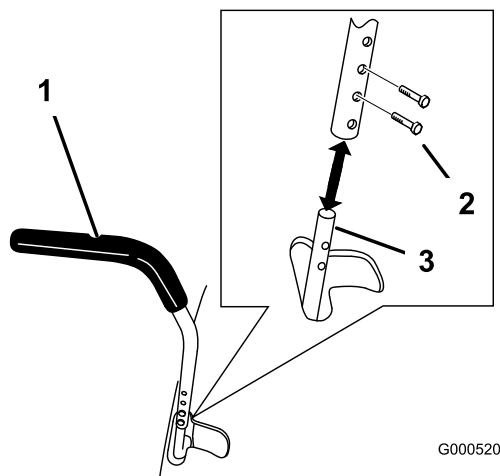

Bild 21
1. Entfernen Sie die beiden Schrauben, mit denen der Schalthebel am Schalthebelarm befestigt ist (Bild 21).
2. Setzen Sie den Schalthebel in die nächste Lochposition. Befestigen Sie den Hebel mit den zwei Schrauben (Bild 21).